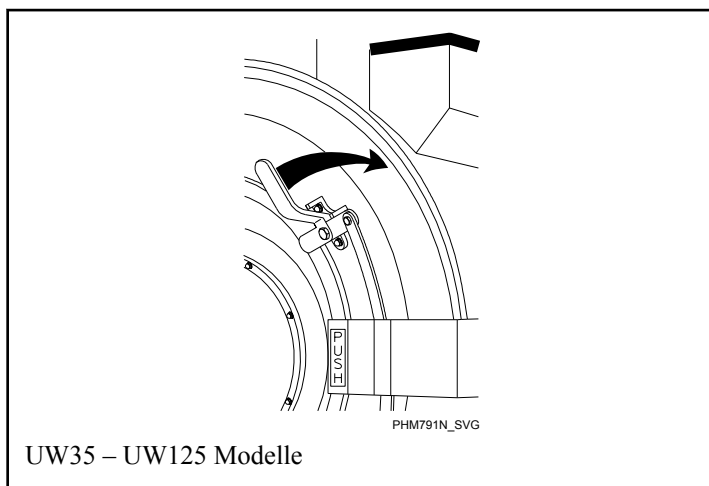

Abbildung 32
3. 35 – 125 Modelle: Den Türgriff im Uhrzeigersinn drehen und die Tür nach links öffnen. Siehe *Abbildung 32*.